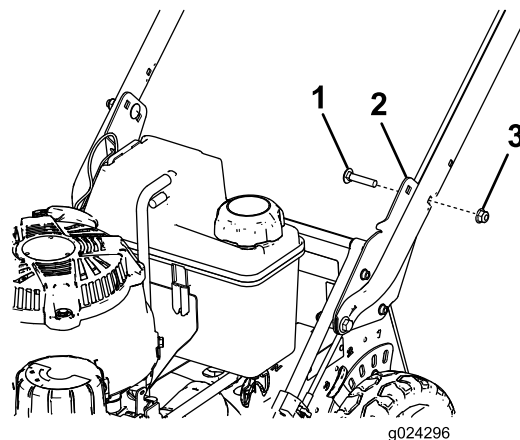

Figura 6
- Soporte del manillar (2)
- Sujete el manillar a los soportes del manillar en la posición de altura deseada con 2 pernos de cuello cuadrado (5/16 x 1-1/2") y 2 tuercas con arandela prensada (5/16"), según se muestra en Figura 6.